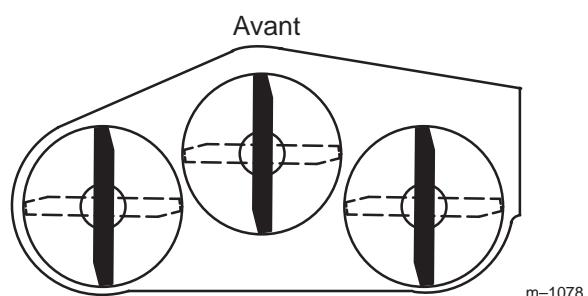

Figure 28
1. Tournez les lames pour qu'elles soient toutes dirigées dans le sens longitudinal (Fig. 28). Mesurez la distance entre la surface plane et le tranchant des lames (Fig. 29) et notez cette valeur.